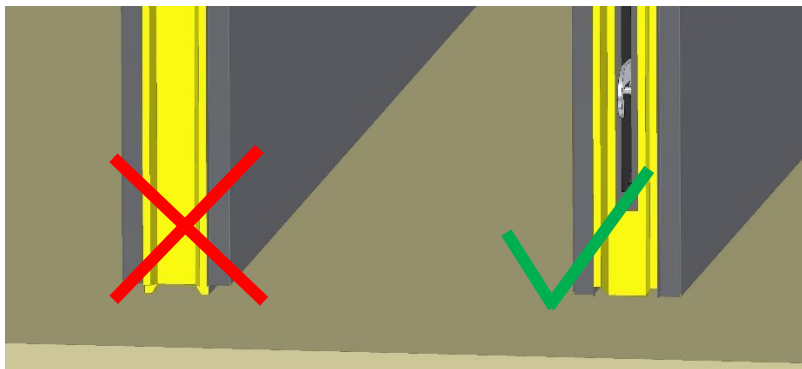

Рис. 10 Неправильная и правильная укладка панели при перемещении
**ВНИМАНИЕ! Во избежание разрушения стыковочного пенополиуретанового профиля и деформации металлического профиля запрещается ставить на них панели! Хранить, перемещать, перекладывать панели только с упором на плоские (без выступающего профиля) металлические поверхности (см. рис. 10)!**